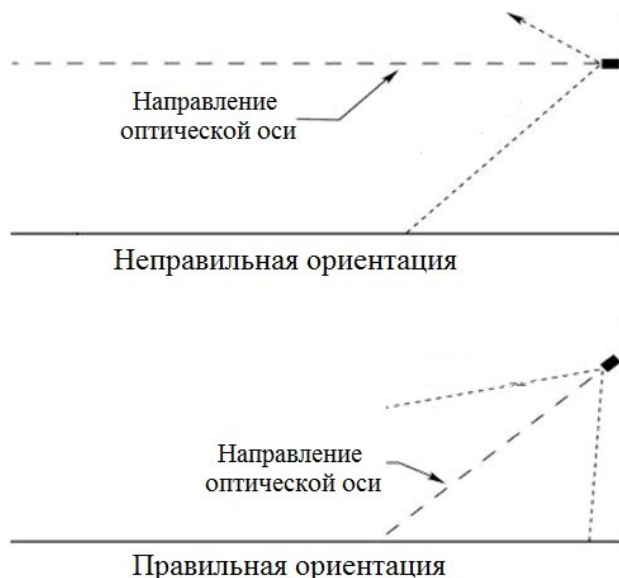

Рисунок 4 – Установка термокожуха с ИК-подсветкой по отношению к горизонту
- ИК-подсветку рекомендуется нацеливать на объект по нисходящей под углом к горизонту, по крайней мере, 10 - 20 градусов (см. рис. 4). Такая установка предотвращает скопление влаги на смотровых окнах.
- Открутить болт крепления крепежно-юстировочного устройства (5) и отсоединить от него термокожух, рис. 4.
- Определить место установки и закрепить крепежно-юстировочное устройство (6) к рабочей поверхности.